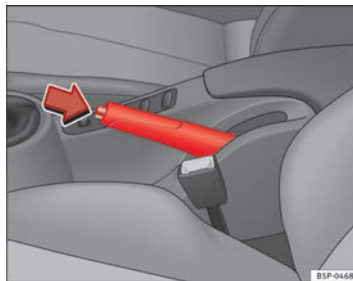

Abb. 151 Handbremse zwischen den Vordersitzen
⇒ Abb. 151.
- Ziehen Sie den Hebel etwas nach oben, drücken Sie die Entriegelungstaste in Pfeilrichtung ⇒ Abb. 151 und führen Sie den Handbremshebel ganz nach unten ⇒ ⚠.